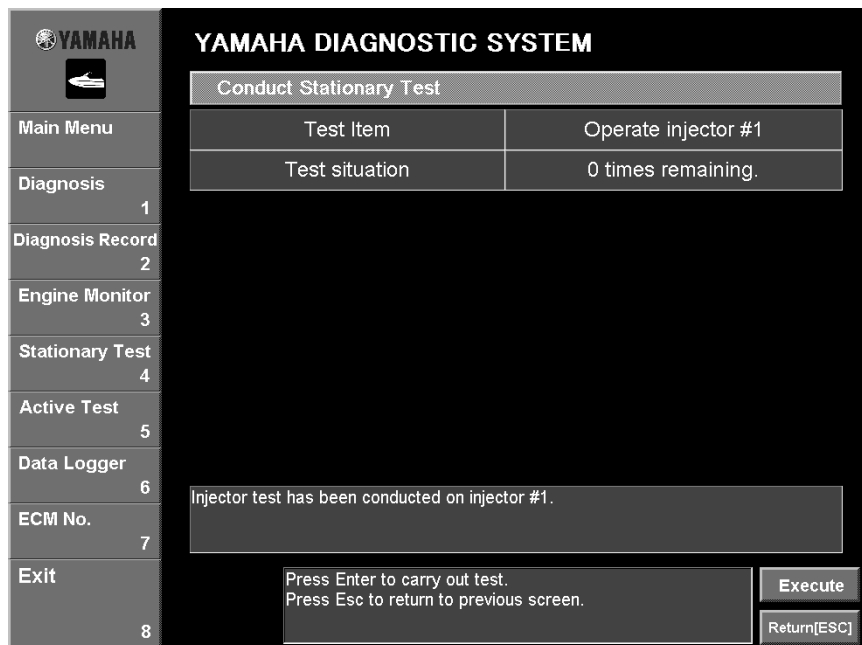

Fig. 51
5. To perform the test again on the same cylinder, click the **Execute** button or press the Enter key on your keyboard. To perform the test on a different cylinder, click the **Return [ESC]** button or press the Esc key on your keyboard to return to the window where a different test can be selected. (Fig. 51)
5. Pour recommencer le test sur le même cylindre, cliquer sur le bouton **Execute** ou appuyer sur la touche Entrée du clavier. Pour effectuer le test sur un cylindre différent, cliquer sur le bouton **Return [ESC]** ou appuyer sur la touche Echap du clavier pour revenir à la fenêtre où un autre test peut être sélectionné (Fig. 51).
5. Um den Test nochmals am selben Zylinder durchzuführen, klicken Sie auf **Execute** oder drücken Sie die "Enter"-Taste auf Ihrer Tastatur. Um den Test an einem anderen Zylinder durchzuführen, klicken Sie auf **Return [ESC]**-Feld oder drücken Sie die "Esc"-Taste auf Ihrer Tastatur, um zu dem Fenster zurückzukehren, von dem aus ein anderer Test ausgewählt werden kann. (Abb. 51)
5. Para volver a realizar la prueba en el mismo cilindro, haga clic en el botón **Execute** o pulse la tecla Intro del teclado. Para realizar la prueba en otro cilindro, haga clic en el botón **Return [ESC]** o pulse la tecla Esc del teclado para volver a la ventana en la que podrá seleccionar una prueba diferente. (Fig. 51)